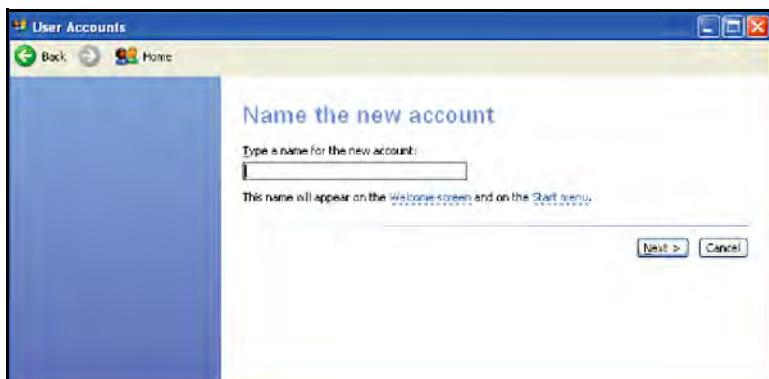

Рис. 110: Присвоение имени учетной записи
- Выберите имя для новой учетной записи (Рис. 110 ниже). Данное имя будет идентифицировать оператора при выполнении всех заданий по контролю и храниться вместе со всеми действиями пользователя в USM Vision+.